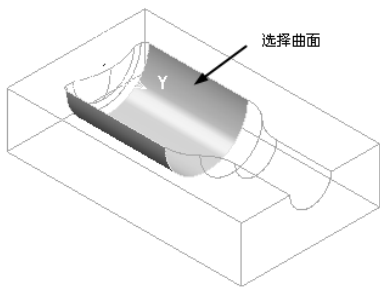

图 5-137 选择加工曲面
- 1) 在图形区选择图 5-137 所示的曲面作为加工曲面。